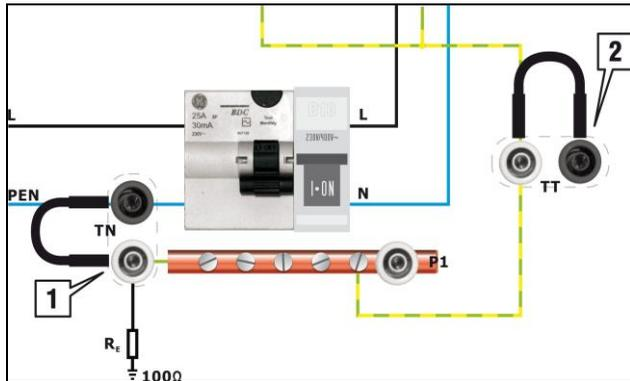

Fig. 3. Puentes de selección del tipo de red.
- seleccionar el tipo de red TT o TN utilizando el puente en el lugar adecuado (Fig. 3),
- seleccionar el tipo de red **TT** o **TN** utilizando el puente en el lugar adecuado (Fig. 3),